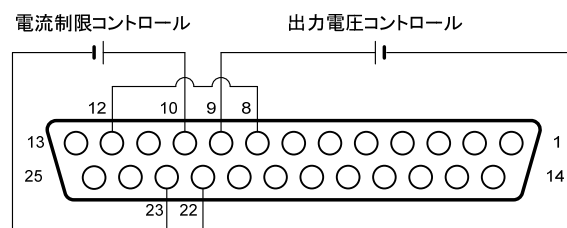

図 5-1 リモート電圧コントロール接続 (J1 コネクタはリアパネルから見た図)
◆ 詳細は、図 5-1、および「3-4-1. J1 コネクタの機能およびピン配列」の図 3-8、表 3-2 を参照してください。
- (6) 図 5-1 に示すように外部電源を J1 端子に接続してください。その際には極性を確認の上、接続してください。